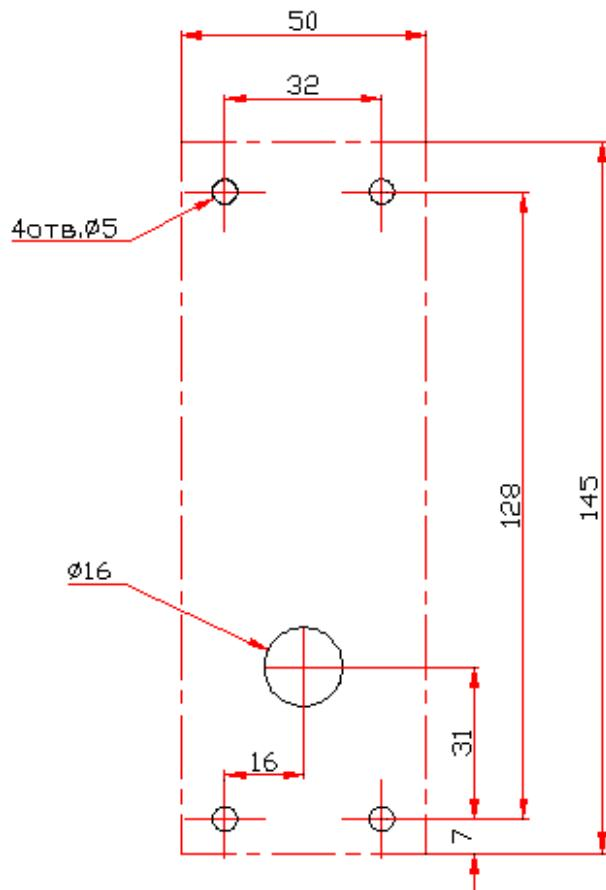

Рис. 2. Разметка отверстий для установки считывателя
3. Произведите разметку и разделку отверстий на установочной поверхности для крепления металлического основания и проводки кабеля от считывателя (см. рис. 2).